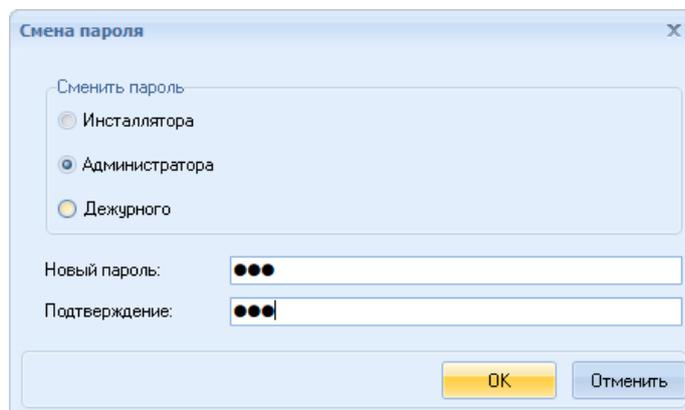

Рисунок 16.10 – Окно «Смена пароля»
13) «Задать пароль» – открытие диалогового окна «Смена пароля», чтобы сменить пароль инсталлятора, администратора или дежурного (рисунок 16.10). Окно смены пароля открывается после подтверждения логина / пароля пользователя.